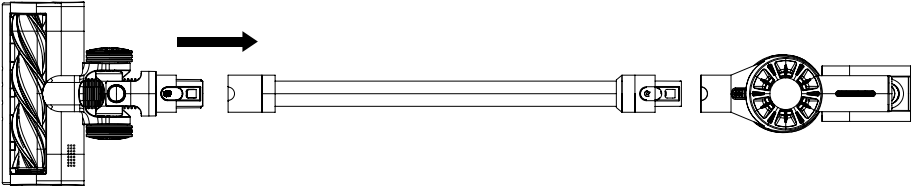

FIG. 3
3. Montaż szczotki 2 w 1 (Rys.3)